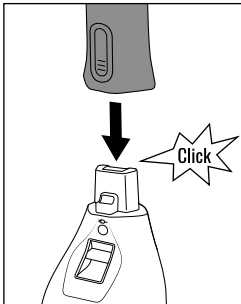

Fig. 1
- ◆ Insira a pega comprida ② cuidadosamente na unidade do motor ⑧, até encaixar de forma audível (ver fig. 1).